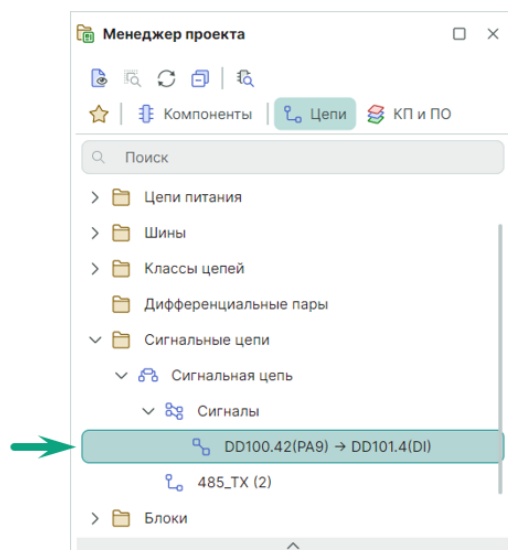

Рис. 170 Отображение сигнала в панели «Менеджер проекта»
2. В результате в панели «Менеджер проекта» → «Сигнальные цепи» → «Сигнальная цепь» → «Сигналы» отображается автоматически созданный сигнал «DD100.42(PA9) → DD101.4(DI)», см. Рис. 170.